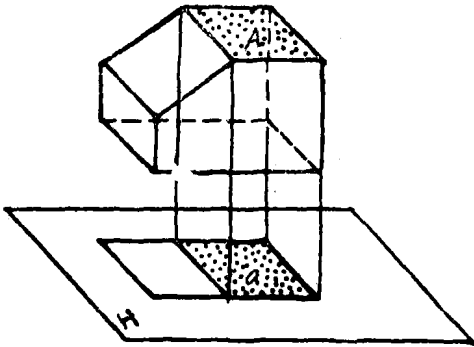

图 1.1.5 平面投影的真实性
(1) 真实性 当物体上的平面（或直线），与投影面平行时，它的投影反映实形（或实长），这种投影特性叫做真实性（图 1.1.5）。